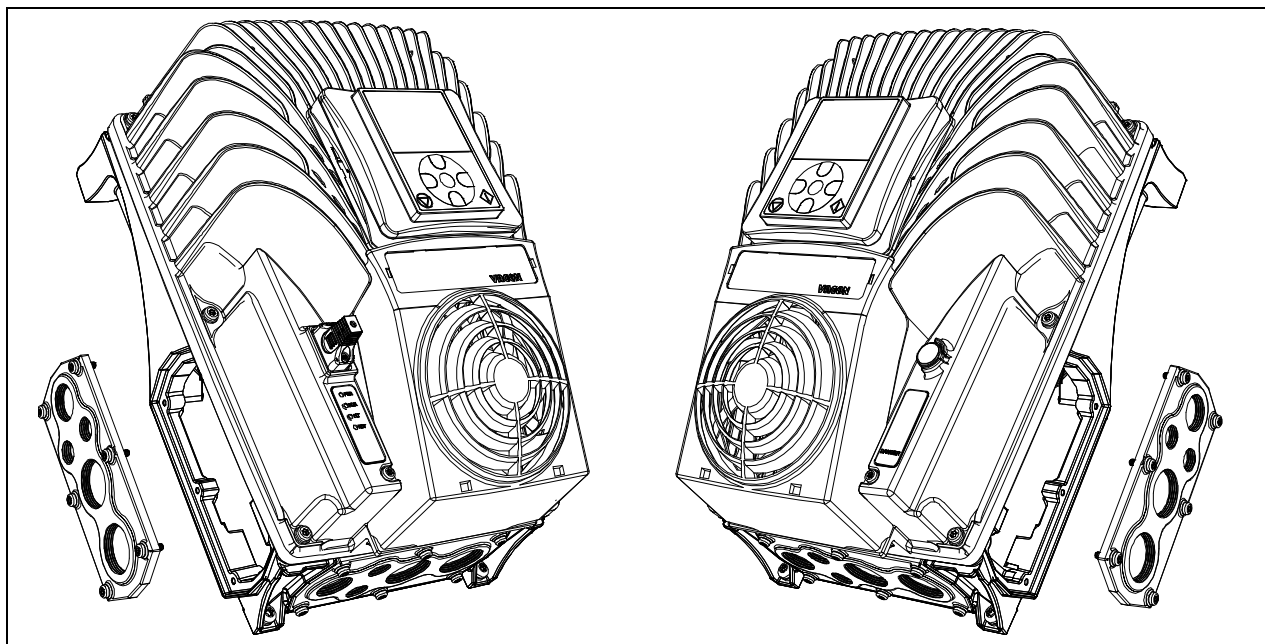

Figure 44. Débrancher la plaque d'entrée des câbles : exemple sur MM5
- Retirez la plaque d'entrée des câbles du côté gauche du convertisseur si l'interrupteur réseau doit être monté de ce côté. Sinon, retirez la plaque d'entrée des câbles du côté droit. Voir la Figure 44.